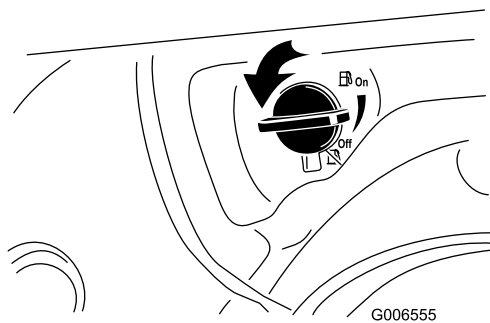

Figure 27
2. Ouvrez le robinet de carburant en le tournant de 1/4 de tour dans le sens antihoraire (Figure 27).